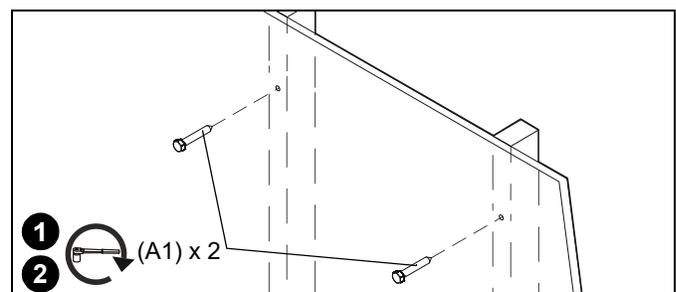

Figure 66
1. Utilisez un boulon tire-fond 5/16 x 2-12 po (A1) pour le produit et l'avant-trou. (Voir figure 66)